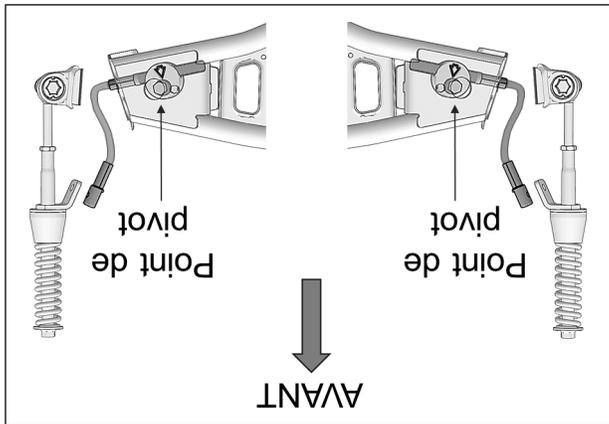

Fig. 30
17. À l'assemblage, assurez-vous que le point de pivot du disque en aluminium soit positionné en avant du câble du limiteur de conduite. Voir la Fig. 30